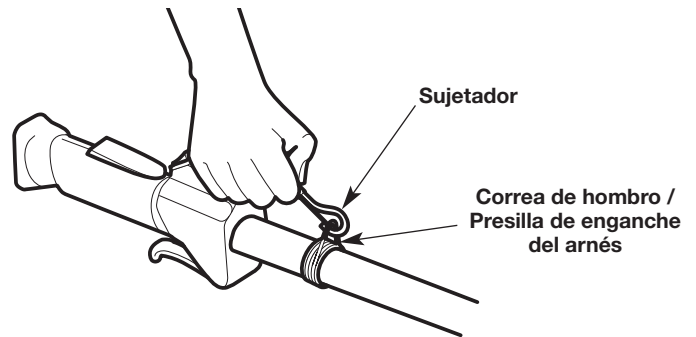

Fig. 5
5. Calce el pasador a presión sobre la correa de hombro/presilla de enganche del arnés (Fig. 5).